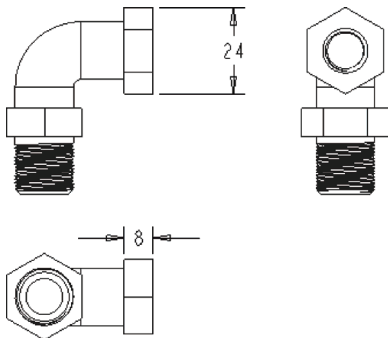

图 14-84 移动尺寸标注
STEP 02 拖曳鼠标指针至右侧合适位置，释放鼠标，即可移动尺寸标注，如图 14-84 所示。